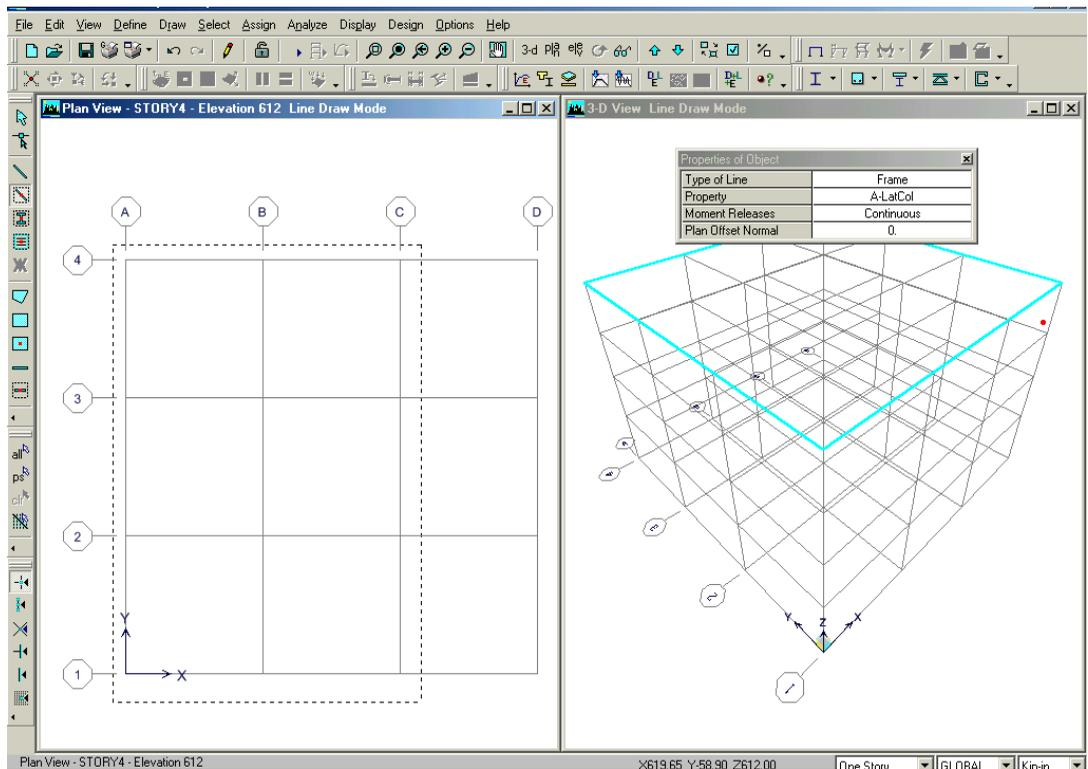

Figura 9- Dibujo de objetos columna dentro de una región seleccionada
G. Ahora dibujar las columnas restantes de una sola acción seleccionando un área alrededor de la intersección de la grilla como se muestra en la Figura 9. Para hacer esta selección, hacer click con el botón izquierdo del mouse sobre la parte superior